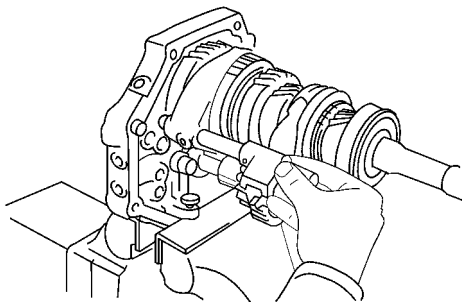

图 10-35 安装 1 挡和 2 挡换挡叉
2) 安装 1 挡和 2 挡换挡叉，并穿过 1 挡和 2 挡换挡叉以及中间板安装 1 挡换挡叉轴，如图 10-35 所示。